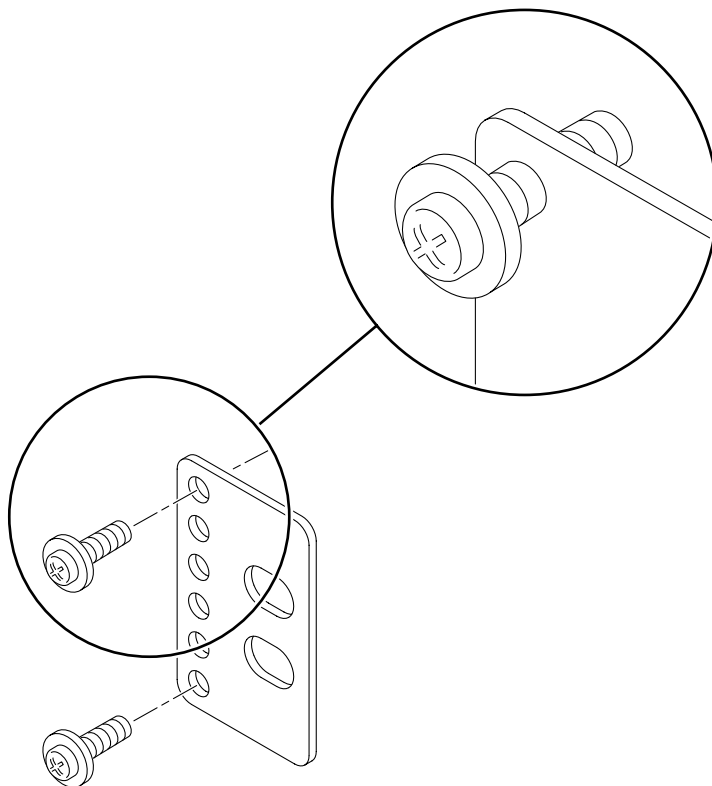

BILD 3-33 Skruva in skruvar i den nedersta rackpositionen på fästplåten
a. Använd två M3 × 8 SEM-skrivar för varje fästplåt och installera skruvarna löst i någon av de tre positionerna på varje plåt (BILD 3-33).
Positionen kan variera beroende på hur tjock skenan är i racket. I BILD 3-33 kan du t.ex. se var du ska skruva in skruvarna för mellanrackpositionen på fästplåten.